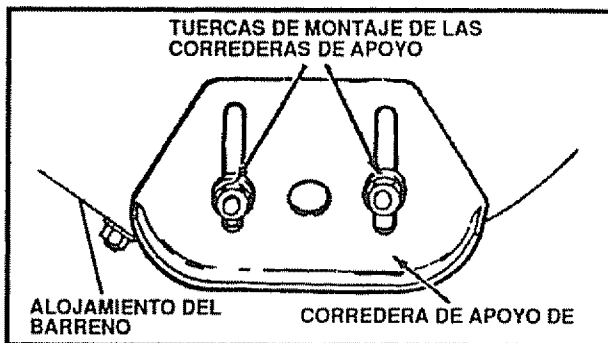

FIG. 21
Este equipo cuenta con dos correderas de apoyo colocadas en la parte exterior del alojamiento del barreno (vea la Fig. 21). Estos niveladores elevan la parte delantera de la máquina removedora.
- Afloje las tuercas de sujeción de las correderas (vea la Fig. 21), y ajuste las correderas de forma tal que la parte delantera de la removedora descansa sobre los pernos de seguro por esfuerzo cortante. Vuelva a ajustar las tuercas de sujeción.